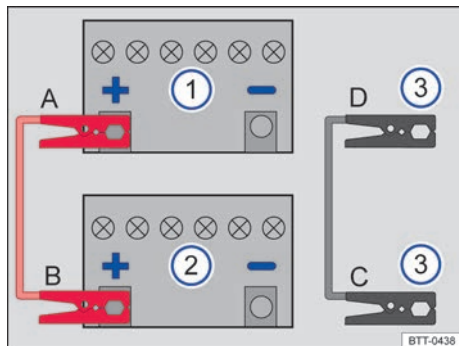

Fig. 160 Esquema para conectar los cables de arranque en el caso del vehículo que suministra la corriente.
Legenda de la fig. 160:
Los cables de arranque solo se deberán conectar siguiendo el orden **A – B – C – D** → fig. 160.
- Conecte un extremo del cable de arranque *rojo* al polo positivo (+) del vehículo con la batería de 12 voltios descargada → fig. 160 ① → ⚠️.
- Conecte el otro extremo del cable de arranque *rojo* al polo positivo (+) de la batería de 12 voltios del vehículo que suministra la corriente → fig. 160 ②.
- Conecte un extremo del cable de arranque *negro* → fig. 160 ③ preferentemente a una toma para la ayuda de arranque (terminal de masa); de lo contrario, a la argolla de remolque delantera previamente enroscada, al bloque motor o a una pieza de metal maciza atornillada fijamente al bloque motor.
- Conecte el otro extremo del cable de arranque *negro* → fig. 160 ③ preferentemente a una toma para la ayuda de arranque (terminal de masa) del vehículo con la batería de 12 voltios descargada; de lo contrario, a la argolla de remolque delantera enroscada → pág. 196, al bloque motor o a una pieza de metal maciza atornillada fijamente al bloque motor → ⚠️.
- Desconecte los cables de arranque únicamente en el orden **D – C – B – A** → fig. 160 con los motores en marcha.